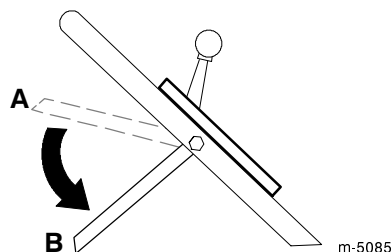

Figura 17
10. Suelte la barra de control de la cuchilla; consulte la posición *B* de la Figura 17. Debe oír un ruido fuerte. La cuchilla debe detenerse en tres segundos.